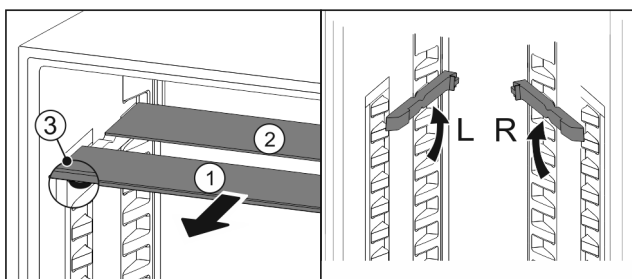

Fig. 57
- Trekk glassplatene enkeltvis fremover og ut Fig. 57 (1).
- ▷ Glassplate Fig. 57 (1) med pyntelist ligger foran.
- ▷ Stoppere Fig. 57 (3) peker nedover.